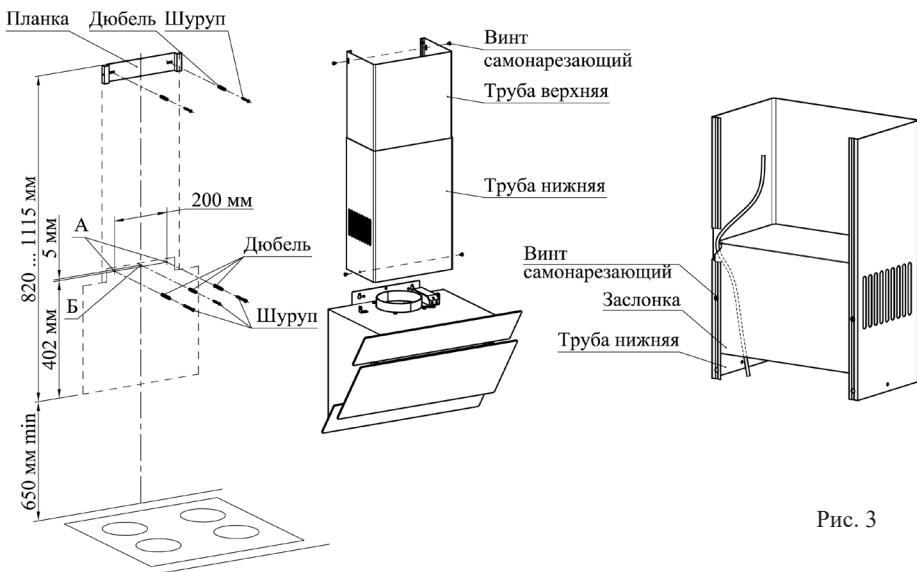

Рис. 3
ВНИМАНИЕ! МИНИМАЛЬНОЕ РАССТОЯНИЕ МЕЖДУ ПЛОСКОСТЬЮ УСТАНОВКИ ПОСУДЫ НА ПЛИТУ (НАГРЕВАТЕЛЬНОЙ ПОВЕРХНОСТЬЮ) И ВОЗДУХООЧИСТИТЕЛЕМ ДОЛЖНО БЫТЬ 65 см. ВОЗДУХООЧИСТИТЕЛЬ КРЕПИТЬ НА РОВНУЮ ПОВЕРХНОСТЬ (рис. 3).
- 6.3 С учетом установочной высоты и центральной линии разметьте на стене отверстия (А и Б) (рис. 3).
- 6.4 Просверлите отверстия диаметром 8 мм: А на глубину 70 мм, Б на глубину 50 мм (рис. 3).
- 6.5 В отверстия вставьте дюбели согласно рис. 3 и по отверстиям А заверните не до упора два шурупа, на которые навесьте воздухоочиститель.